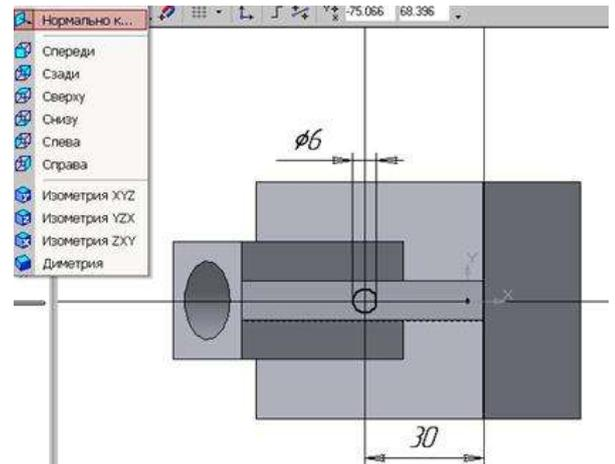

Рисунок 61 - Эскиз отверстия
8. По команде Окружность, касательная к двум кривым  на панели инструментов строим окружности $R15$ и $R25$ (см.рис.61). По табл. 1 вид сопряжений–п.9